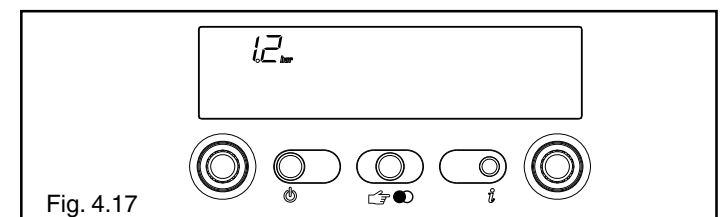

Fig. 4.17
- 2 visualizza la pressione di carico impianto (fig. 4.17)